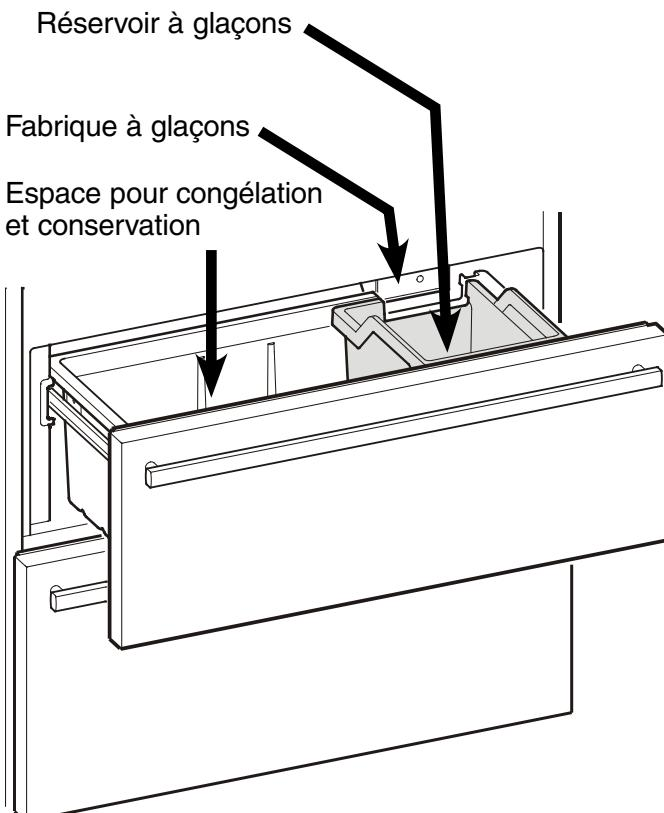

Figure 16
Description du compartiment congélateur - *Figure 16*
- La fabrique à glaçons ne peut fabriquer des glaçons que si le tiroir supérieur du compartiment congélateur est complètement fermé et le réservoir à glaçons correctement installé (**Figure 16**).
- Pour finir, nettoyer le réservoir à glaçons (**Figure 16**).
Les glaçons tombent de la fabrique à glaçons dans le réservoir à glaçons (**Figure 16**). A partir d'une certaine quantité, la production de glaçons s'arrête automatiquement. La fabrique à glaçons ne remplit pas entièrement le réservoir.
S'assurer que le tiroir supérieur du congélateur est complètement fermé et que le réservoir à glaçons est installé correctement (**Figure 16**).